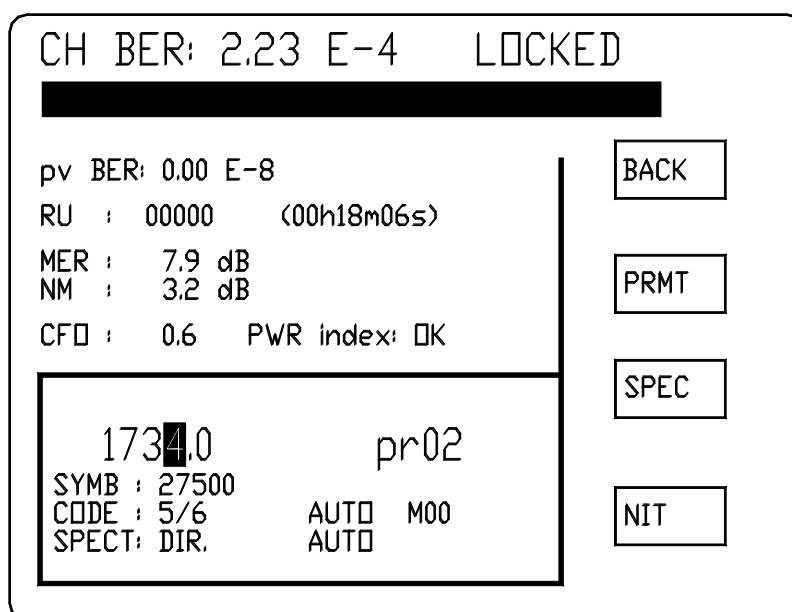

Figura 24: Esempio di schermata QPSK per uno strumento dotato di scheda NIT.
2. Con lo strumento in modo Spectrum, Span, Measure o TV premere il tasto DIGITAL (35) sul frontale dello strumento. Questo mette in funzione la scheda digitale opportuna secondo la banda in cui ci si trova.
3. Impostare i necessari parametri per agganciare il segnale. Per un uso corretto delle schede digitali fare riferimento alla sezione relativa. La Figura 24 riporta l'esempio per QPSK.